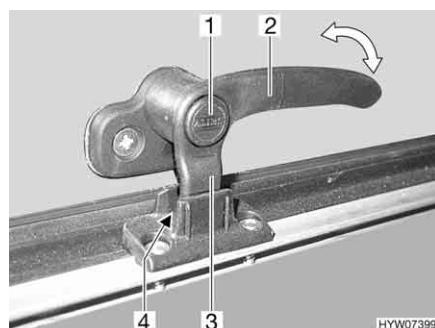

Fig. 32 Leva di serraggio in posizione "Aerazione continua"
- In posizione di "Aerazione continua" (Fig. 32)
- Premere il bottone di sicurezza (Fig. 32,1) e mantenerlo premuto.
- Ruotare la leva di serraggio (Fig. 32,3) di un quarto di giro verso il centro della finestra.
- Girare nuovamente all'indietro la leva di serraggio. Riportare contemporaneamente il nasello di chiusura (Fig. 32,3) della leva di serraggio nella rientranza della chiusura della finestra (Fig. 32,4).
- Rilasciare il bottone di sicurezza (Fig. 32,1).